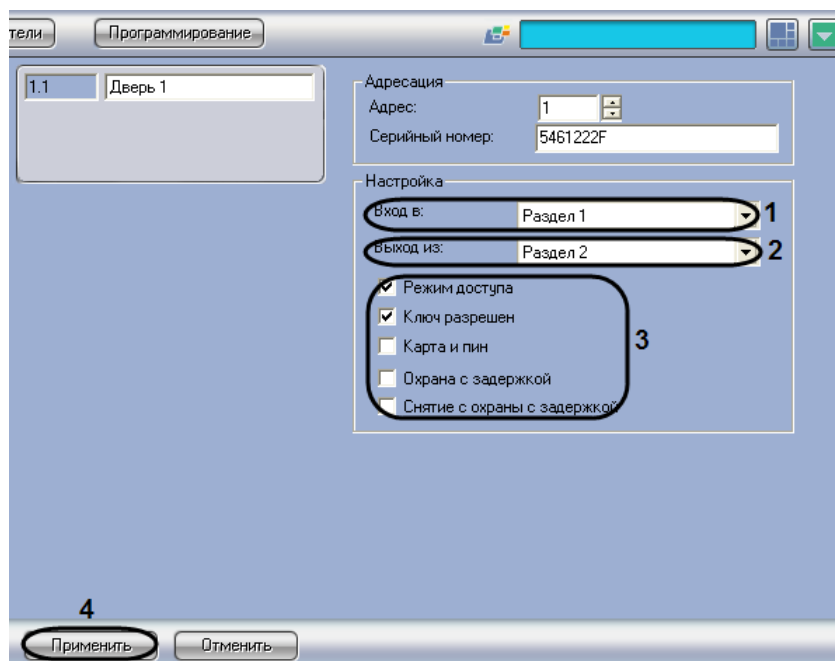

Рис. 3.3—3. Настройка двери
1. Перейти на панель настройки объекта **Дверь** (Рис. 3.3—3).
2. Из списка **Вход в** (см. Рис. 3.3—3, 1) выбрать название раздела, соответствующего территории, расположенной со стороны входа через дверь.
3. Из списка **Выход из** (см. Рис. 3.3—3, 2) выбрать название раздела, соответствующего территории, расположенной со стороны выхода через дверь.
4. Установить флажки в группе **Настройка** (см. Рис. 3.3—3, 3) для включения соответствующих опций двери (Таб. 3.3—1).